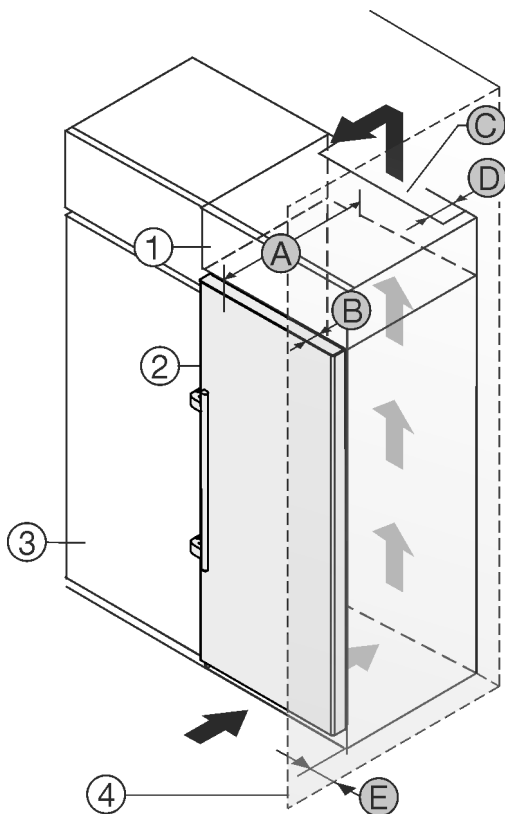

Fig. 2
Du kan opstille apparatet direkte ved siden af køkkenskabet Fig. 2 (3)\*
På bagsiden af overskabet skal der være en ventilationskanal med dybden Fig. 2 (D) over hele overskabets bredde.\*
Ventilationstværsnittet Fig. 2 (C) under rummets loft skal overholdes.\*
Hvis apparatet opstilles med hængslerne ved siden af en væg Fig. 2 (4), skal afstanden mellem apparatet og væggen være mindst 57 mm. Dette svarer til det, som grebet rager frem, når døren er åben.\*
For at døren kan åbnes helt, skal apparatet rage frem med dørens dybde Fig. 2 (B) i forhold til køkkenskabet. Apparatet kan rage mere ud afhængigt af køkkenskabenes Fig. 2 (3) dybde og anvendelsen af vægafstandsholdere.\*